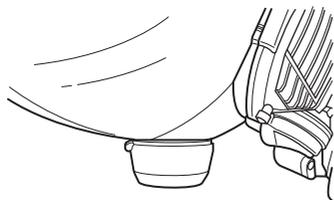

図 1 排気弁カバーの隙間
- 排気弁カバーの隙間（図 1）に薬剤が入込み、開閉が出来なくなる。